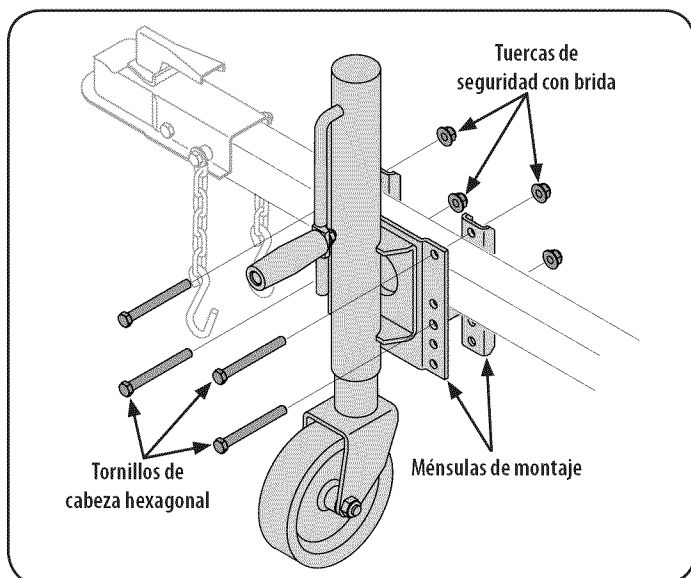

Figura 2
8. Coloque el gato ajustable a mitad de camino entre el soporte de la vigüeta/ménsula del sujetador y extremo de lengüeta. Vea la Figura 2.